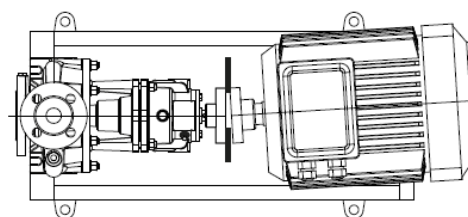

Fig. 8a. Error de ángulo en el plano horizontal
- Los errores de alineación pueden estar en el plano vertical o en el plano horizontal. En el plano vertical la alineación se corrige insertando galgas bajo el pie de la bomba o del motor, y en el plano horizontal la alineación se corrige deslizando la bomba y/o el motor horizontalmente de lado utilizando los huecos de los agujeros de montaje. Fig. 8a, 8b, 8c, 8d muestran la alineación del acoplamiento paso a paso.